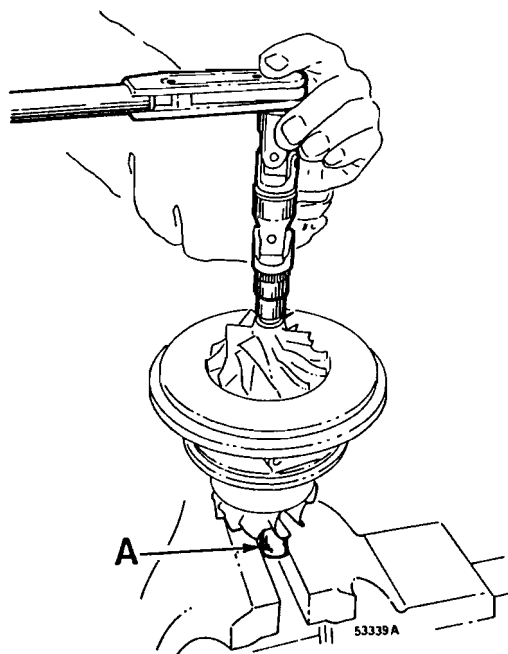

Fig. 263
- 19 Montar un manguito o una llave anular en un tornillo de banco. Colocar después el cubo de la turbina en el manguito o en la llave anular y apretar la tuerca dos pasos, según la fig. 263.*